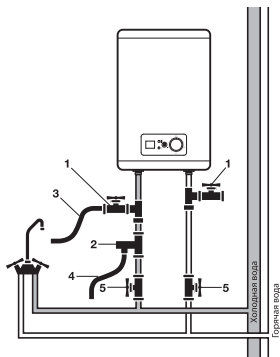

Рис. 6
- Присоедините дренажный шланг (позиция 3 на рис. 6) к запорному крану на тройнике на входе холодной воды в водонагреватель и направьте его в канализацию, либо в место слива воды. Откройте запорный кран и дождитесь полного слива воды.
При подключении к системе водоснабжения необходимо предусмотреть и реализовать установку индивидуальных запорных вентилей (позиция № 5 на рис. 6) на линии подачи холодной воды в водонагреватель и на линии выхода горячей. Индивидуальные запорные вентили по линии горячей и холодной воды, должны быть в закрытом состоянии в период неиспользования водонагревателя, проведении профилактических и техно-логических работ на линии водоснабжения. Установка и правильное использование запорных вентилей является обязательным условием при предоставлении гарантийного обслуживания, а так же залогом длительной и безаварийной работы водонагревателя. Для упрощения процесса слива воды из водонагревателя рекомендуется на входе и выходе воды из водонагревателя установить тройники (позиция 1 на рис. 6).
Для подключения водонагревателя к водопроводу применяются трубы диаметром G1/2. Подключение обратного предохранительного клапана (позиция 2 на рис. 6): клапан следует устанавливать в месте входа холодной воды (удостоверьтесь, что гибкая сливная трубка (позиция 4 на рис. 6) установлена, на отверстие спуска давления и слива воды и направлена вниз в специальный дренаж для удаления воды).